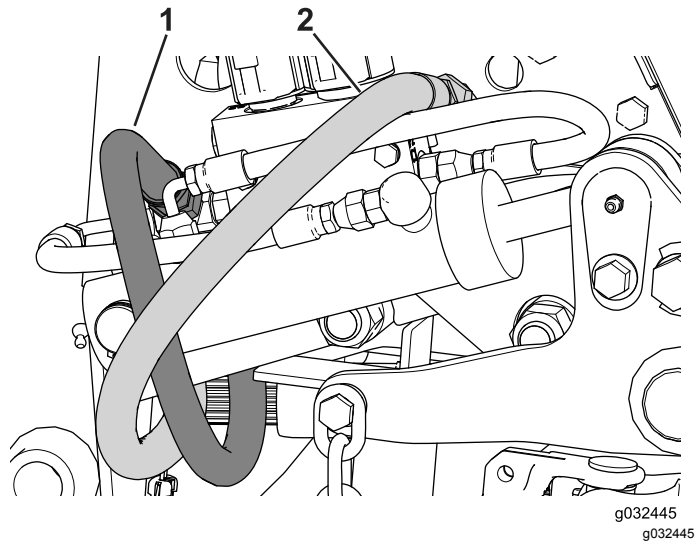

Bild 124
4. Befestigen Sie den Hydraulikrücklaufschlauch am Anschluss T am Regelventil (Bild 124).
5. Befestigen Sie den Hydraulikzulaufschlauch am Anschluss P2 am Regelventil (Bild 124).